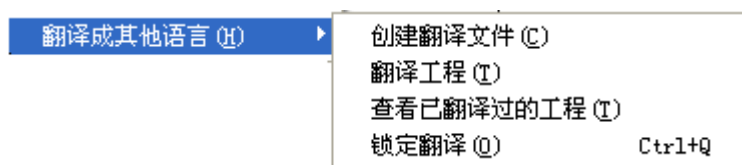

图 2-3-7 语言对话框
- 工程[P]/翻译成其他语言[H]: 对语言进行设置, 如图 2-3-7 所示。